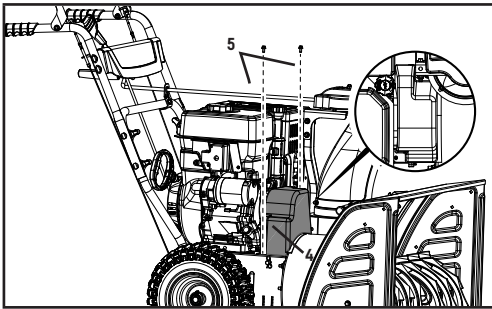

Figure 41
10. Installez le couvercle en plastique de la courroie (4) à l'aide de deux boulons M6 × 16 (5) que vous aviez mis de côté à une étape antérieure. Serrez bien mais pas trop car vous risqueriez d'endommager le couvercle en plastique de la courroie (figure 41).